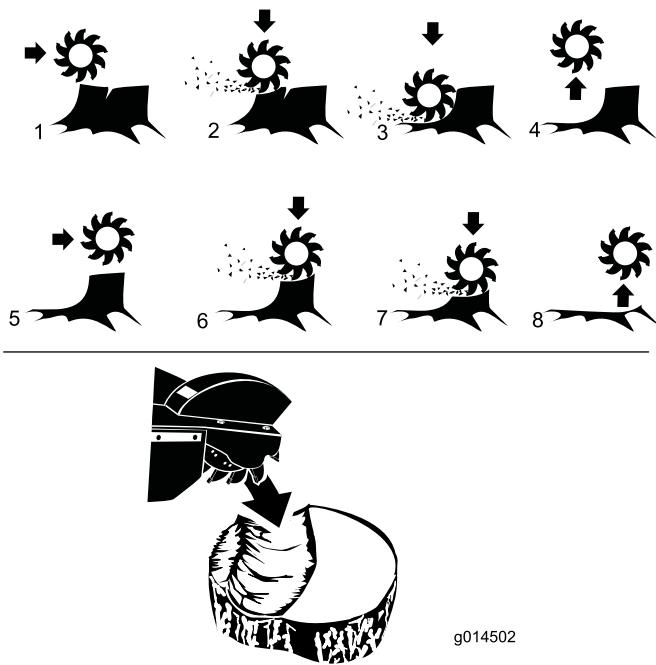

Figura 12
7. Mueva la rueda de corte a un lado, luego bájela aproximadamente 1/2 pulgada – 1 pulgada sobre la esquina superior delantera del tocón. Mueva la rueda de corte hacia un lado y otro, bajando la rueda de 1/2 pulgada a 1 pulgada aproximadamente antes de cada pasada, hasta que haya desbastado la parte delantera del tocón hasta el nivel del suelo (Figura 12).